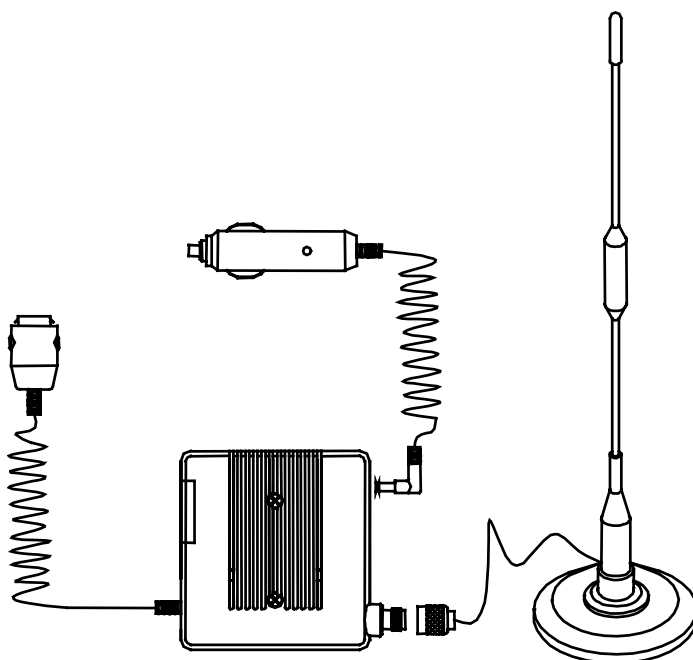

Рис. 3. Схема подключения усилителя ART-300M3R в автомобильном варианте
4. Подключите к усилителю все соединительные шнуры (см. рис.3).